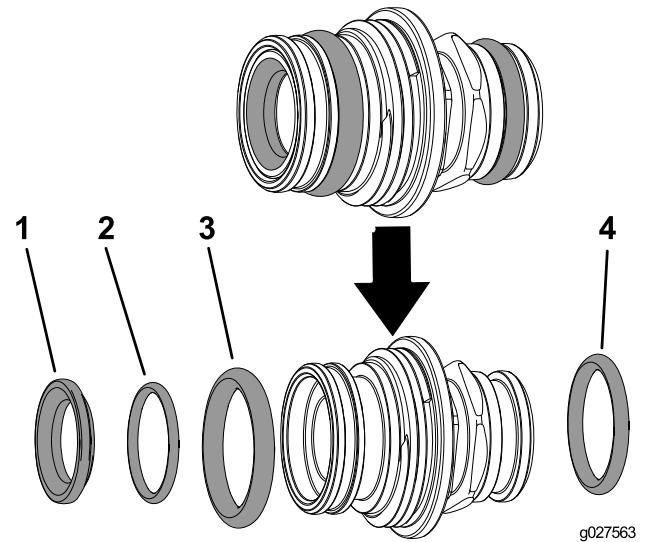

Bild 2
11. Entfernen Sie den O-Ring am Ventilsockel, den O-Ring hinten, den O-Ring der Endkappendichtung und den O-Ring des Auslaufanschlusstücks (Bild 2).